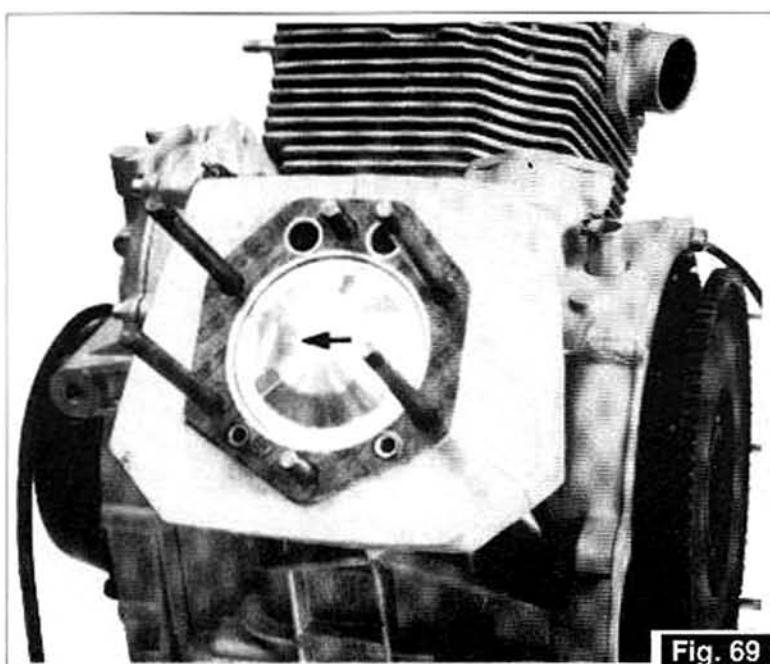
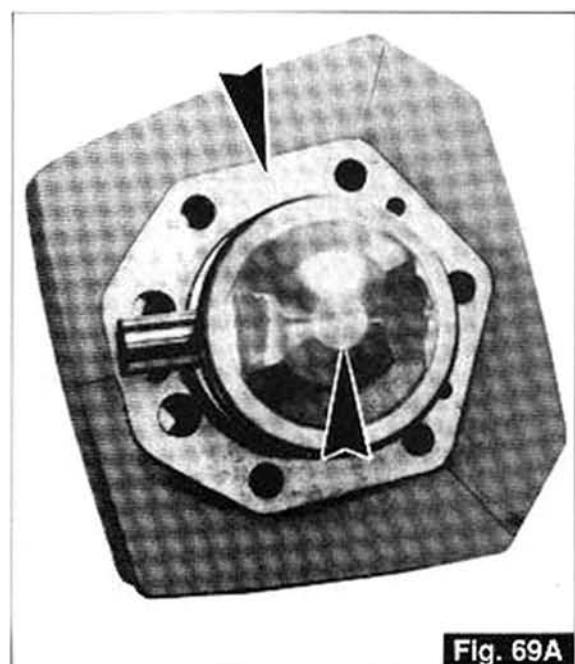

Fig. 69
Fig. 69A
- Le sens de montage du piston est indiqué par la flèche imprimée sur le piston (la flèche devra être tournée en avant, voir Fig. 69).
L'ensemble cylindre et piston devra être accouplé sur la base de la classe de sélection imprimée sur les deux composants (A avec A, B avec B, C avec C) Fig. 69A.
- Die Montagerichtung des Kolbens wird vom auf diesen aufgestanzten Pfeil angezeigt (der Pfeil muß nach vorne gerichtet sein, siehe Abb. 69). Die Zylindereinheit und der Kolben müssen gemäß der Auswahlklassen, die auf diesen beiden Bestandteilen aufgestanzt sind, aneinander gekoppelt werden (A mit A, B mit B, C mit C) Abb. 69A.